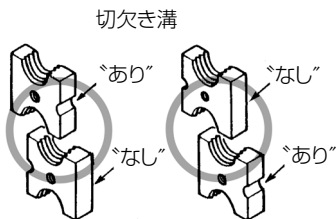

図 17
- ② 刃部の位置を替える際は、カッタ同士的位置関係がありますので、本体の正面から見て、図17のようにカッタ側面の切欠き溝を"あり"と"なし"の関係にします。
- ③ カッタの刃部に欠けや変形が生じ、カッタの取付け面にふくらみがある場合は、ヤスリなどで平らにします。
- ④ ブラケットのカッタ取付け溝内に付着している切粉をブラシなどで取除きます。
(4) 取付け…………
- ① カッタをブラケットの取付け溝内に入れ、六角穴付ボルトで固定します。
- ② 六角穴付ボルトは、六角棒スパナで十分締付けてください。